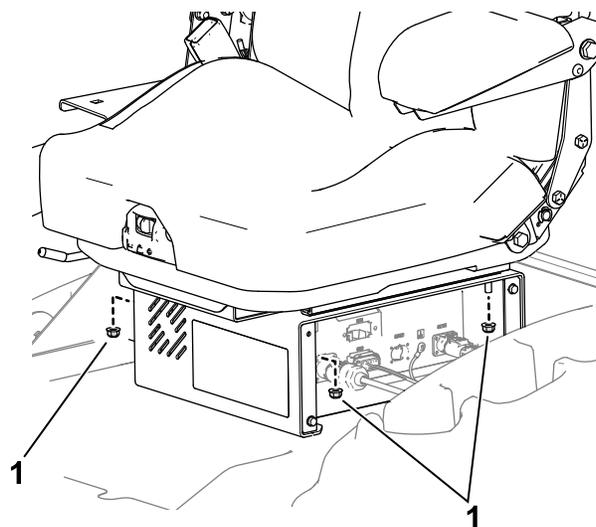

**Figura 9**
- A. Remova a placa do lado esquerdo da base do banco (Figura 9): Guarde os parafusos.
- C. Utilize os parafusos guardados para instalar as placas da base do banco em cada lado da base do banco (Figura 1 e Figura 9).